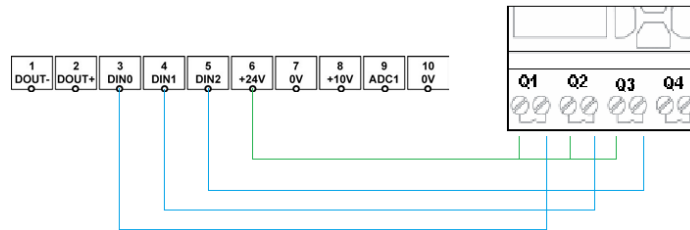

Figura 4.11: Conexión de salidas del LOGO a entradas del VFD
6. Para la primera parte de la práctica conectar las siguientes salidas del LOGO a los terminales de entrada del VFD como se indica en la Figura 4.11: